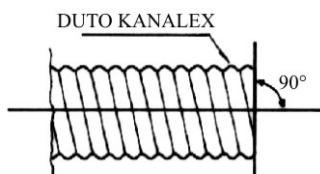

Figura 22
- a) Cortar as extremidades dos dutos a serem emendados, formando um ângulo de 90° em relação ao eixo longitudinal, utilizando a conexão I como guia de corte, sem deixar nenhuma rebarba (Figura 22).